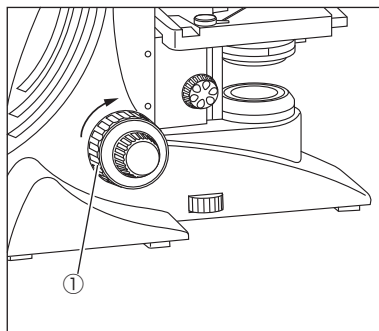

図14
焦点の調整時にハンドルが重すぎたり、焦点を合わせた後に対象物が見えなくなったり、或いはステージが下がったりする際には、この粗動ハンドル重さ調整リング①により調整することができます。(図14)
矢印の向きにまわせば固くなり、反対の向きではゆるくなります。(図14)